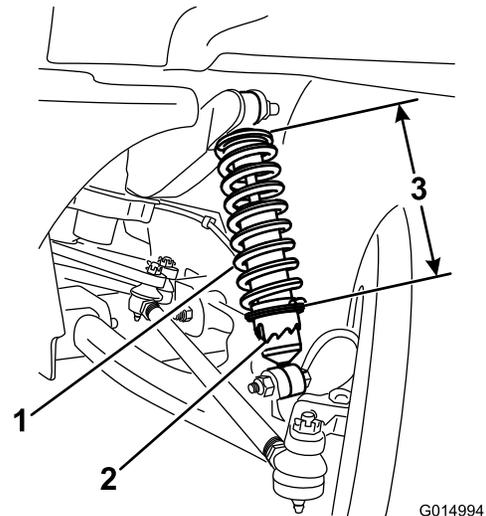

Figura 38
- A. Utilizando a ferramenta TORO6010, rode o anel no amortecedor para alterar o comprimento da mola (Figura 38).